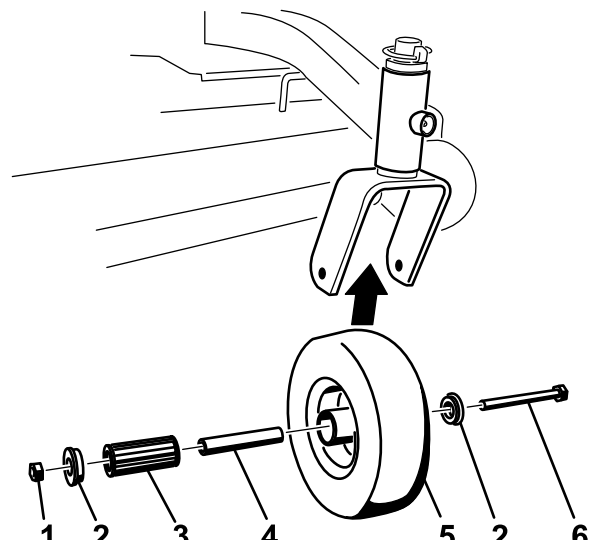

Figura 39
2. Retire un casquillo y tire del casquillo intermedio y del cojinete de rodillos para sacarlos del cubo de la rueda (Figura 39).
3. Retire el otro casquillo del cubo de la rueda y limpie la grasa y la suciedad del cubo de la rueda (Figura 39).
Nota: Cambie las piezas defectuosas o desgastadas (Figura 39).
Nota: Engrase el cojinete de rodillos y el casquillo intermedio y deslícelos en el cubo de la rueda. Coloque el segundo casquillo en el cubo de la rueda (Figura 39).
Nota: Apriete la contratuerca hasta que el casquillo intermedio se apoye contra el interior de las horquillas de las ruedas giratorias (Figura 39).
1. Retire la contratuerca y el perno que sujetan la rueda giratoria a la horquilla (Figura 39).